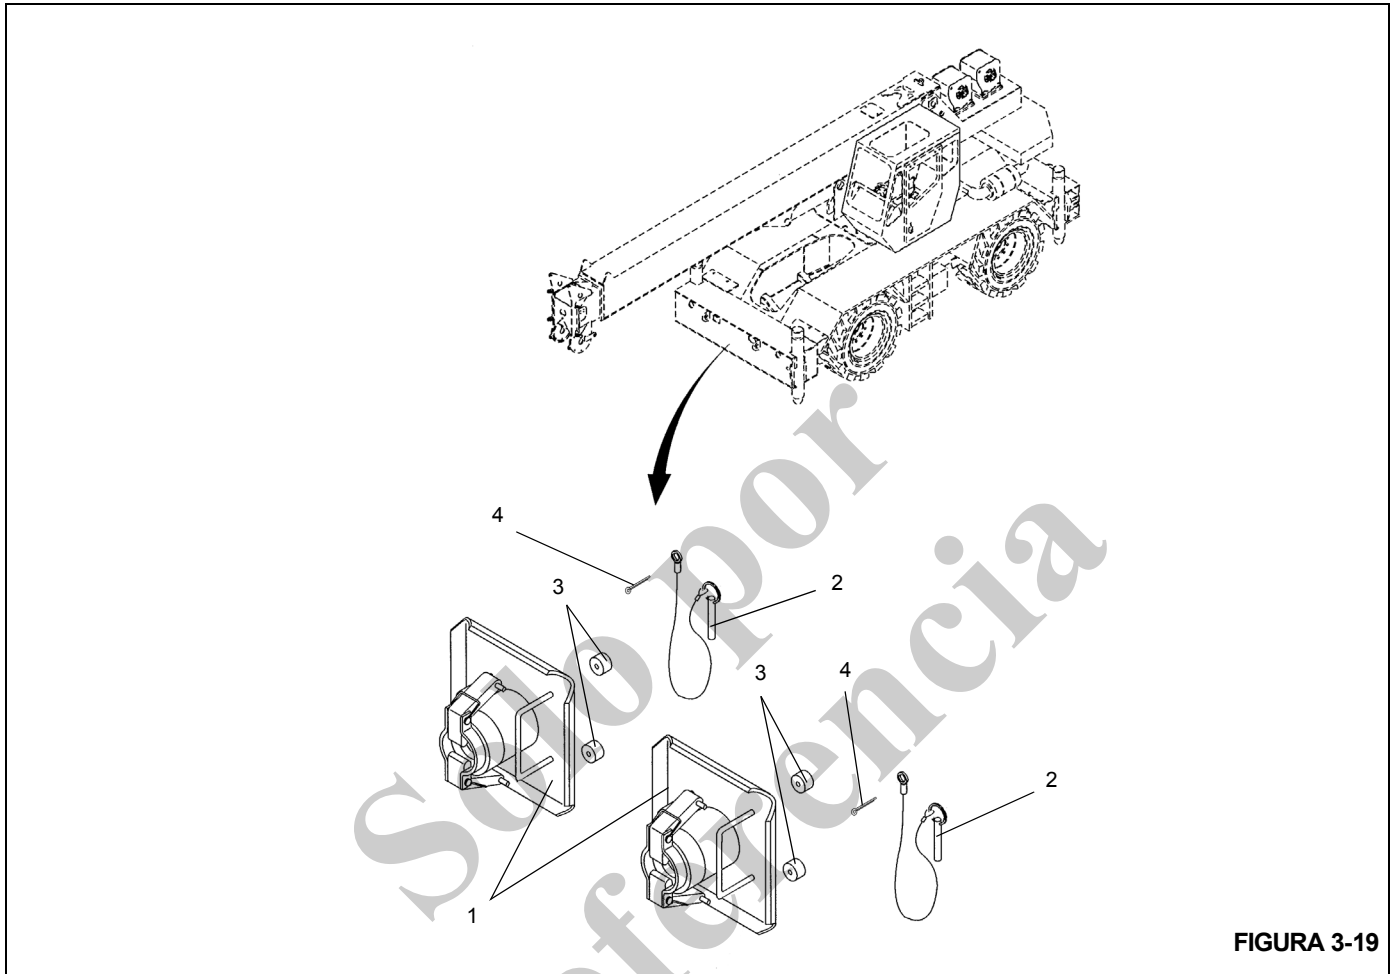

FIGURA 3-19
- Después de que todos los estabilizadores se hayan retraído, almacene los flotadores de los estabilizadores (Figura 3-19).